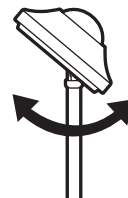

Fig. 6
4. Pour incliner la tête de la lampe pour l'approcher ou l'éloigner de vous, déplacez simplement la tête à la position désirée (Fig. 6).